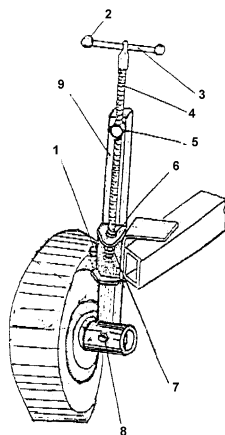

Рис.7 Сборка заднего колеса с механизмом регулировки ПКГ 06.000
5.3 Установите стойку 9 (рис.7) заднего колеса в державку кронштейна, приваренного в задней части основного бруса рамы. Соедините винт с гайкой и закрепите его шайбой, пружинной шайбой и гайкой M16. На резьбовой конец винта наденьте шайбу, заведите его в ухо державки, наденьте шайбу с внутренней лыской и закрепите гайкой с контрагайкой. В отверстие державки вверните болт с гайкой.